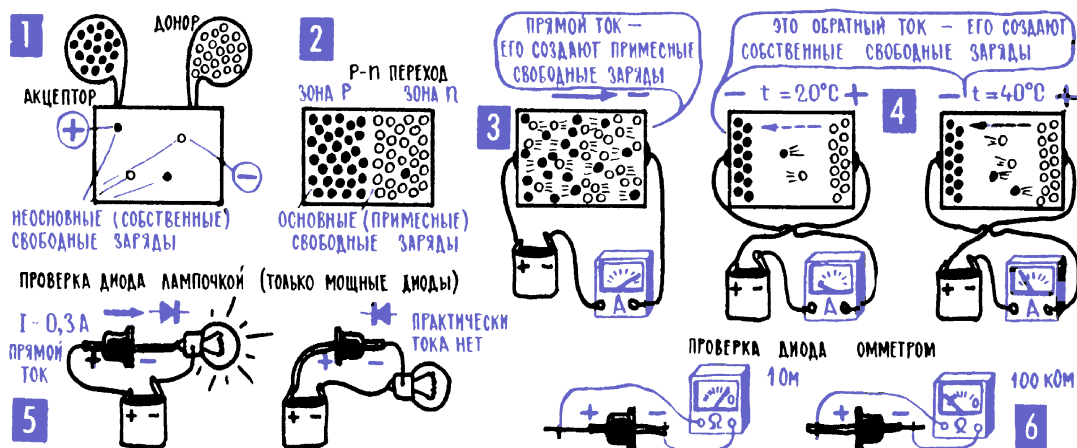

Рис. 9.4. Полупроводниковый диод
Приставка «ди» в слове «диод» означает «два», она указывает, что в приборе имеются две основные «детали», два тесно примыкающих один к другому полупроводниковых кристалла (рис. 9.4; 1,2): один с *p*-проводимостью (это зона *p*), другой – с *n*-проводимостью (это зона *n*). Фактически же полупроводниковый диод – это один кристалл, в одну часть которого вве-
10. Полупроводниковый диод пропускает ток в основном только в одну сторону. Если от батареи подвести к диоду постоянное напряжение «плюсом» к зоне *p* и «минусом» к зоне *n* (рис. 9.4; 3), то свободные заряды – электроны и дырки – хлынут к границе, устремятся к *p-n-переходу*. Здесь они будут нейтрализовать друг друга, к границе будут подходить новые заряды, и в цепи диода установится постоянный ток. Это так называемое прямое включение диода – заряды интенсивно движутся через него, в цепи протекает сравнительно большой прямой ток.
Теперь сменим полярность напряжения на диоде, осуществим, как принято говорить, его обратное включение – «плюс» батареи подключим к зоне *n*, «минус» – к зоне *p*. Свободные заряды мгновенно оттянутся от границы (рис. 9.4; 4), электроны отойдут к «плюсу», дырки – к «минусу», и в итоге *p-n-переход* превратится в зону без свободных зарядов, в чистый изолятор. А значит, произойдет разрыв цепи, ток в ней прекратится.
Правда, небольшой обратный ток через диод все же будет идти. Потому что, кроме основных свободных зарядов (носителей заряда) – электронов, в зоне *n* и дырок в зоне *p*, в каждой из зон есть еще и ничтожное количество зарядов обратного знака. Это собственные неосновные носители заряда, они существуют в любом полупроводнике, появляются в нем из-за тепловых движений атомов (гл. 9; 5), и именно они и создают обратный ток через диод. Зарядов этих сравнительно мало, и обратный ток во много раз меньше прямого. Неприятно то, что ток этот зависит от температуры – при нагревании полупроводника число неосновных носителей увеличивается, и обратный ток растет (рис. 9.4; 4).
Есть у полупроводникового диода еще два важных параметра – его прямое и обратное сопротивление, то есть сопротивление при разной полярности приложенного к диоду напряжения (рис. 9.4; 3, 4). У плоскостных диодов, в которых площадь соприкосновения зон n и p сравнительно велика, прямое сопротивление обычно не более нескольких ом, обратное – несколько килоом или несколько десятков килоом. У точечных диодов, где площадь p - n -перехода мала (см. раздел 13 далее), прямое сопротивление – несколько десятков ом, обратное – сотни килоом и даже несколько мегаом.
У вас под руками нет, по-видимому, электронного микроскопа и других приборов, которые помогли бы прямыми опытами и демонстрациями проиллюстрировать рассказ о событиях в полупроводниковом диоде. Но вы все же можете провести эксперимент, который, по крайней мере, докажет правдоподобность выводов об односторонней проводимости p - n -перехода. Причем не мысленный эксперимент, как часто бывало раньше, а настоящий, «в металле». Для него нужны батарейка, лампочка и любой плоскостной диод. Весь ход эксперимента показан на рис. 9.4; 5. Он безоговорочно подтверждает: диод пропускает ток в одну сторону, его прямое сопротивление мало, а обратное – велико.